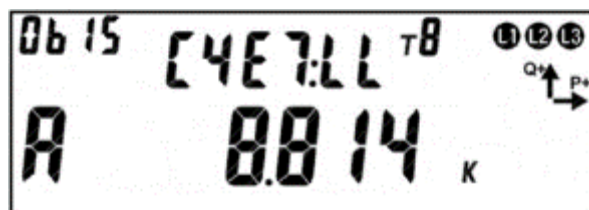

Рисунок 157 – Состояние счета потребителя.
- признаки превышения кредитов: первое **L** – кредит исчерпан (см. рисунок 157), второе **L** – потребление сверх суточного кредита (см. рисунок 157).